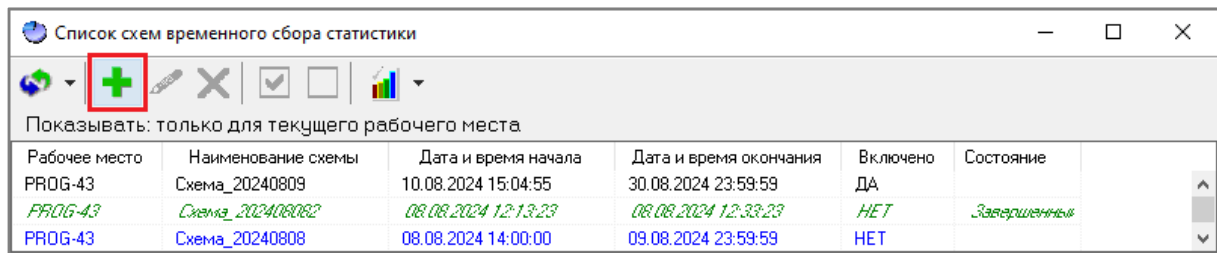

Рисунок 12-112 Создание схемы ВСС через панель инструментов окна "Список схем временного сбора статистики"
- либо нажмите кнопку «Создать схему временного сбора статистики»  на панели инструментов (см. п. 12.6.1.1) окна «Список схем временного сбора статистики» (см. Рисунок 12-112);